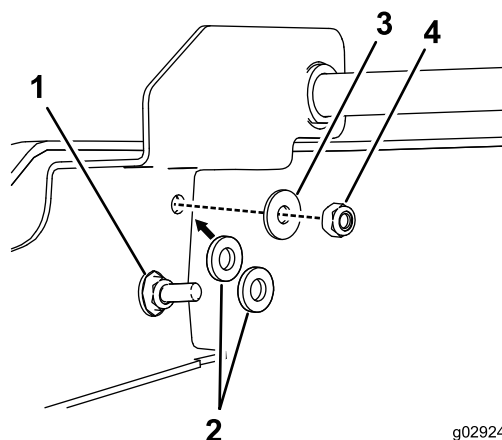
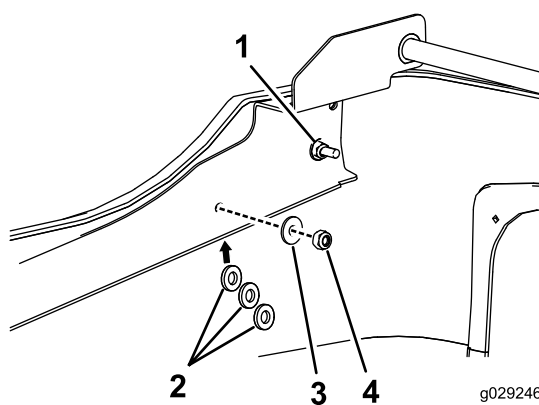

図 4
図 5
9. クランピングプレートを取り付ける大ヘッドねじのナットをゆるめて後取り付けポイントの下にあるゴム製ワッシャ2枚を外し 図 4、前取り付けポイントの下にあるゴム製ワッシャ3枚を外す 図 5。そして、エンジンカバーの外側から 図 6 キャリッジボルトを通してワッシャとナットで固定する。各クランピングプレートのナット2個を締め付けるワッシャとヒンジブラケットとが面と面でぴったり接触するまで締め付ける。面一になったら、そこからもう一回転360度だけ締め付ける。